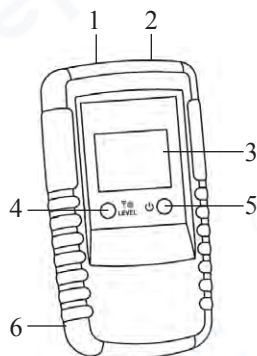

Рис. 2
Подключите к гнезду передатчика (с помощью поставляемых в комплекте проводов и зажимов) один проводник. В этом режиме передатчик питается от батареи. Благодаря генерируемому передатчиком высокочастотному сигналу может быть трассирован один проводник. Заземлите второй вывод передатчика (гнездо «COM» рис. 2). Типичным примером заземления может быть заземлённая розетка. Глубина трассировки в данном режиме составляет от 0 до 2 метров.
- Подключите передатчик в соответствии с рисунком 9. Провод, подключённый к гнезду «COM» (см. рис. 2), должен быть заземлён.
- b. Подключите передатчик в соответствии с рисунком 10. Провод, подключённый к гнезду «COM» (см. рис. 2), а также все неисследуемые проводники кабеля должны быть заземлены.4